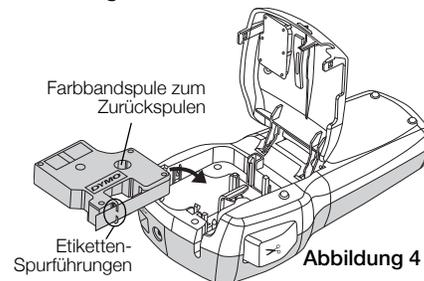

Abbildung 4
- 2 Prüfen Sie, ob Etiketten- und Farbband an der Kassettenöffnung straff gespannt sind und ob das Etikettenband zwischen den Spurführungen durchläuft. Siehe Abbildung 4.